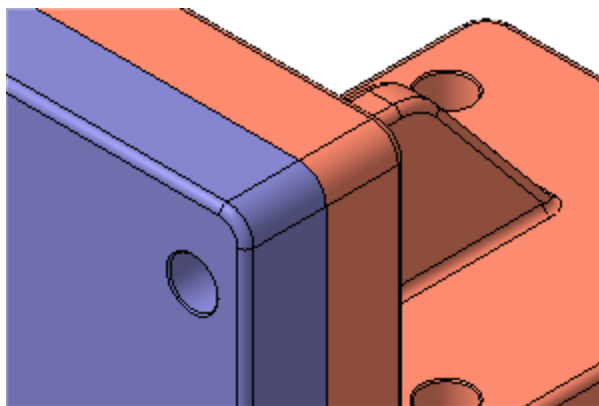

Рисунок 30.
- Увеличьте правый верхний угол сборки (рис. 30).